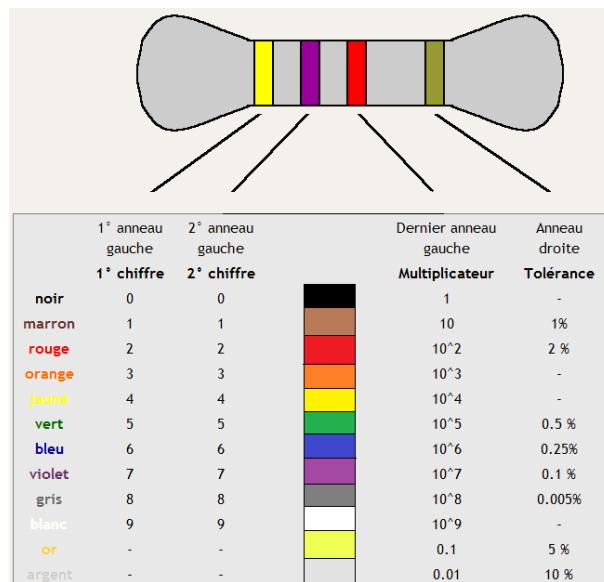

FIGURE 1 – Code couleur pour lire la valeur d'une résistance et son incertitude relative (sa tolérance).
- 1 – Choisir une résistance et indiquer sa valeur et son incertitude type données par le constructeur en utilisant le code couleur présenté en figure 1.